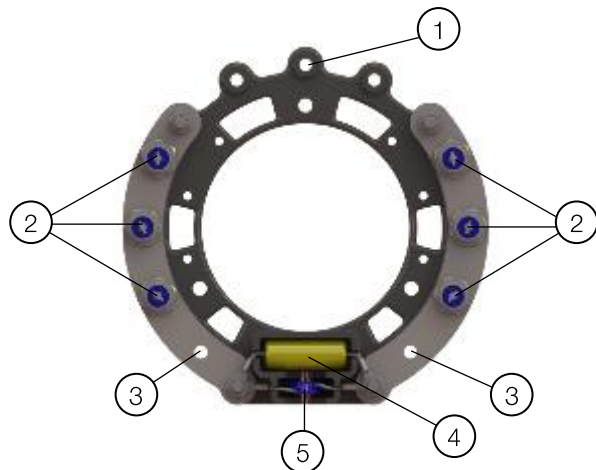

Abbildung 12.7: Komplettes Diodenrad
6. Beschädigte Bauteile ersetzen: Dioden, Varistor und Kondensator, siehe Abbildung 12.7.
Legende der Abbildung 12.7: